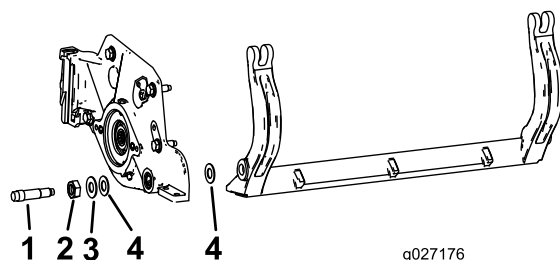

**Bild 28**
**Hinweis:** Bewahren Sie die zwei Nylonscheiben und eine der Scheiben aus gestanzten Stahl an jedem Ende des Untermesserträgers auf (Bild 28).
**Hinweis:** Legen Sie eine Nylonscheibe an jede Seite des Seitenplattenansatzes. Legen Sie eine Stahlscheibe außen auf jede Nylonscheibe (Bild 28).